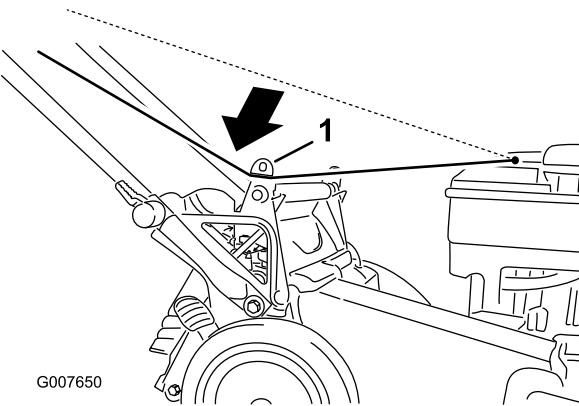

Figure 25
- Faites passer le câble du lanceur autour du guide inférieur (Figure 25).